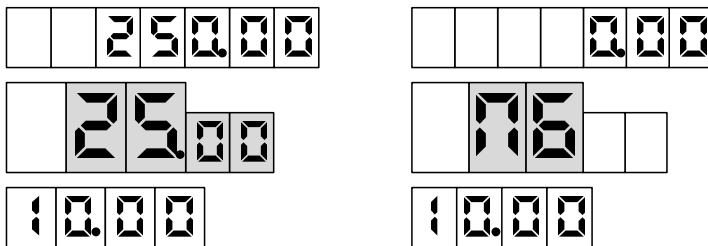

Рисунок 7
9.2 Для выдачи топлива необходимо задать дозу с системы управления. Когда устройство будет готово к отпуску топлива, в средней строке табло мигающими символами отобразится величина *заданной* дозы, а в случае отпуска "до полного бака" – символы "ПБ" (рисунок 7). Это дает клиенту удобный способ определить, когда можно начать заправку, а также убедиться, что задано именно то количество топлива, которое он заказывал. Для запуска налива необходимо снять раздаточный кран или подать команду "Пуск" с системы управления, после чего значения стоимости и объема на табло обнуляются. С этих пор на табло отображается *отпущенная* на текущий момент доза.